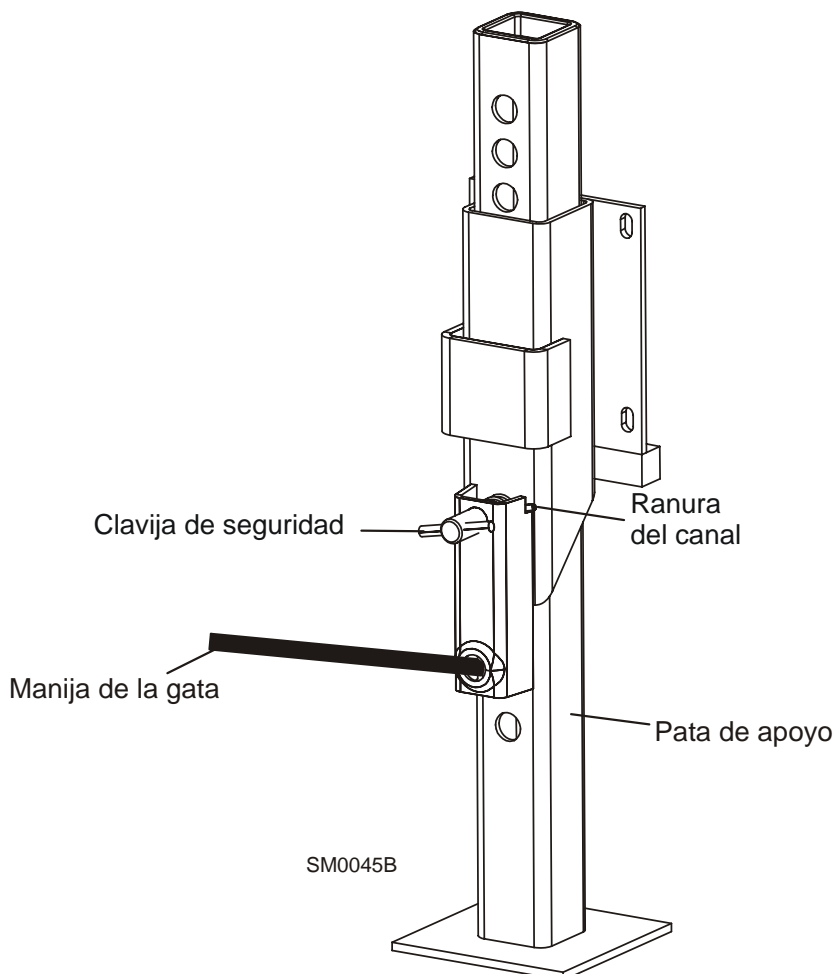

FIGURA 3-4. AJUSTE DEL BALANCÍN.
Vea la Figura 3-4.
5. Para ajustar la ruta de la sierra en las poleas portasierra, use la manija del control de troza que se muestra en la **Figura 3-4**.